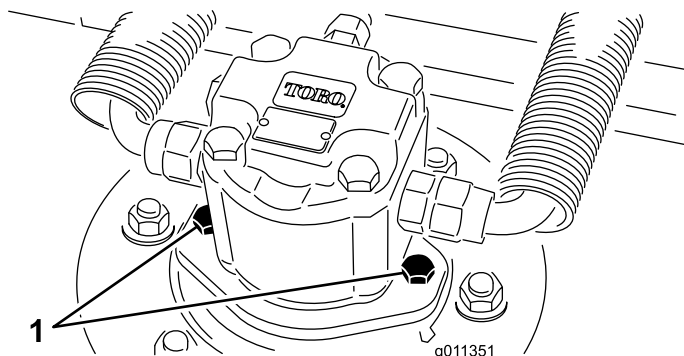

Figura 85
2. Odpojte a demontujte hydromotor ze žací jednotky (Figura 85). Zakryjte horní část vřetena, aby nedošlo k jeho znečištění.
3. Na žací jednotku namontujte hydromotor (Figura 85). Zkontrolujte, zda je O-kroužek ve správné poloze a není poškozený.